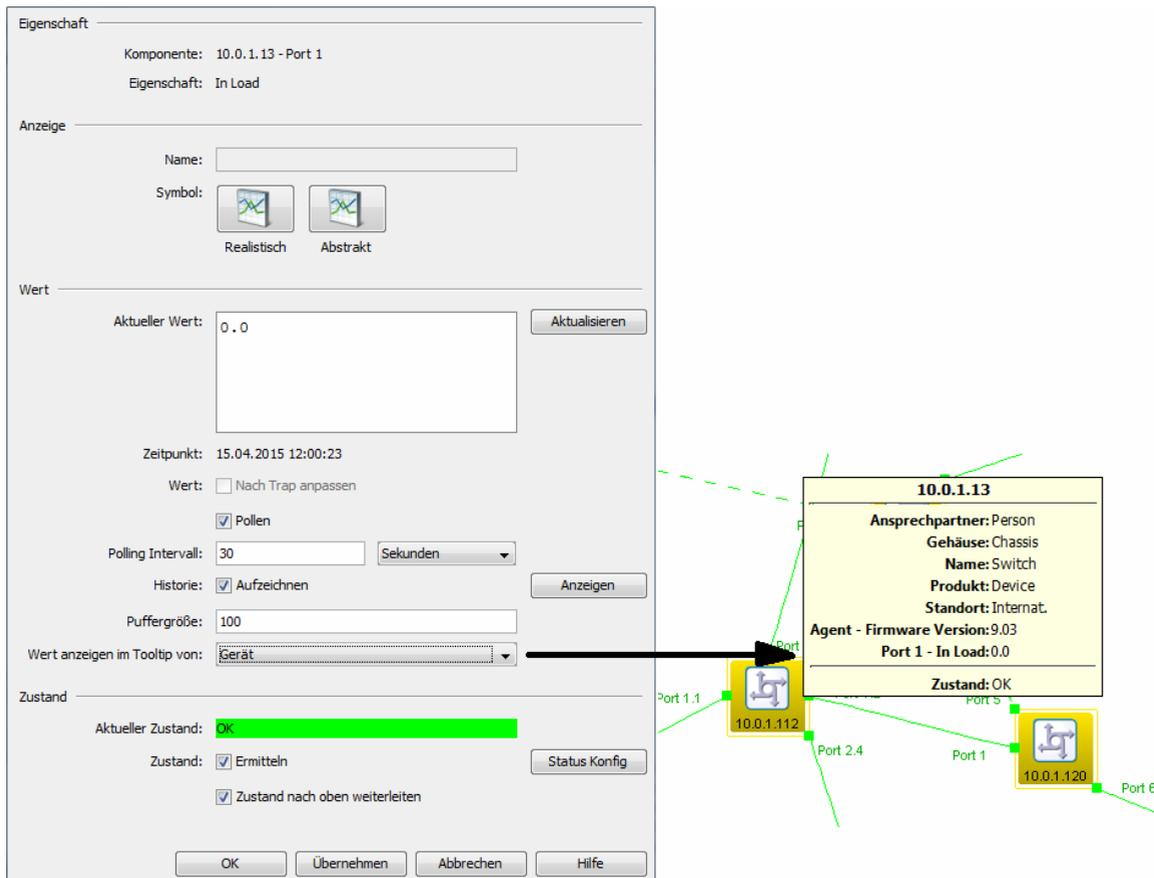

Abb. 63: Detail-Eigenschaften
- ▶ Wenn Sie diesen Wert auch in der Sprechblasenhilfe einer übergeordneten Komponente anzeigen möchten, wählen Sie die Komponente „Wert anzeigen im Tooltip von“ in der Dropdown-Liste (siehe Abbildung 63).